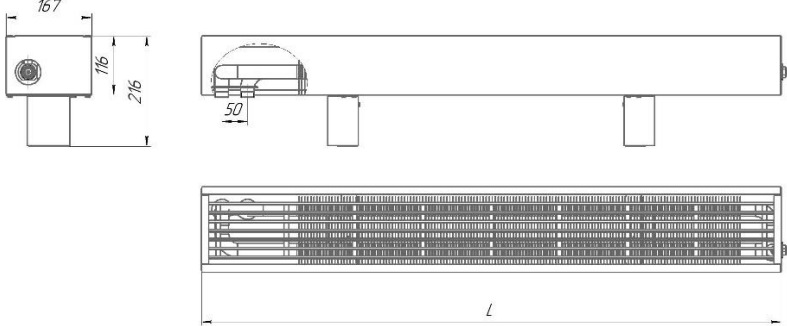

Рис. 1 – Конвектор TEPLA Neo Expro 116(B)x167(Г).
- 1.3. Конвекторы выпускаются в концевом или проходном исполнении, с патрубками для подвода теплоносителя, расположенными с правой или левой стороны прибора, концы присоединительных патрубков гладкие (под сварку) или с раструбами с резьбой наружной G 3/4" (НР ¾) или с резьбой внутренней G 1/2" (ВР ½), габаритные и присоединительные размеры указаны в рис. 1.